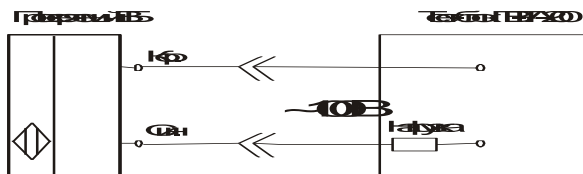

Рисунок 3. Двухпроводная схема подключения тест-блока.
2.2.1.1. Двухпроводная схема подключения (рис. 3):